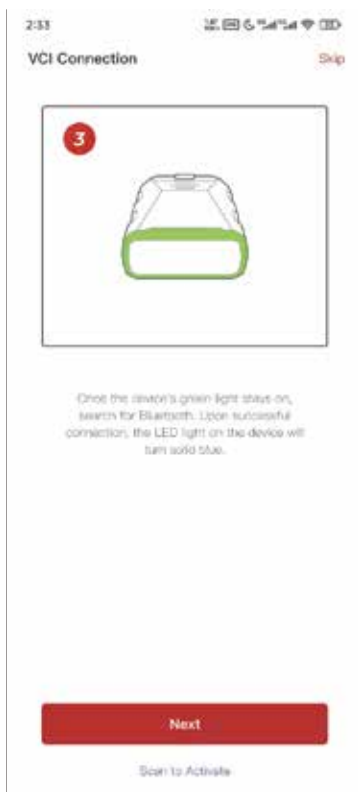

Figure 3-6
- ④ Sélectionnez votre appareil dans la liste des appareils Bluetooth recherchés.
- ⑤ Après une connexion Bluetooth réussie, le numéro de série et le code d'activation du VCI sont lus automatiquement. Appuyez ensuite sur « Activer » (voir figure 3-6).